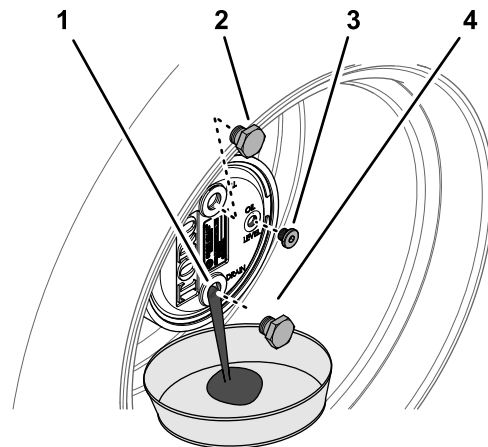

Bild 92
2. Entfernen Sie die Füllschraube, die auf 12 Uhr steht, und die Prüfschraube, die auf 3 Uhr steht (Bild 92).
3. Stellen Sie eine Auffangwanne unter die Nabe des Planetengetriebes, entfernen Sie die Ablassschraube, die auf 6 Uhr steht, und lassen das Öl vollständig ablaufen (Bild 92).
5. Setzen Sie die Ablassschraube in das Ablassloch des Planetengetriebegehäuses ein (Bild 92).